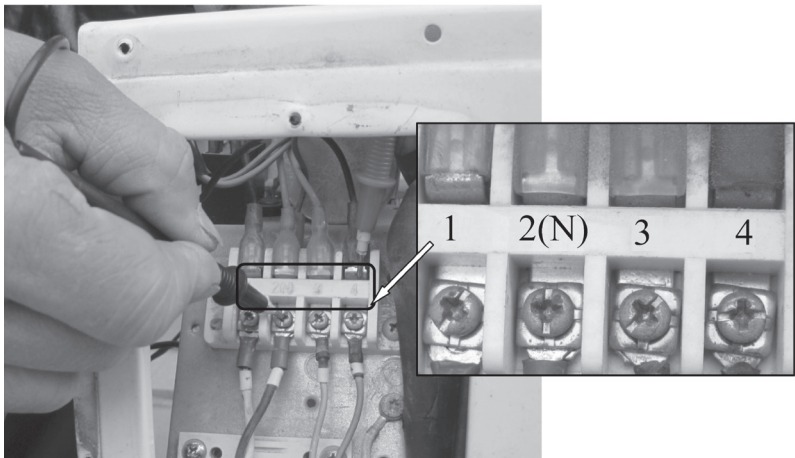

图 6-21 测量接线盒间电压
- 4) 在室外机接线端子测量电压，测得的电压为：2、3 端电压为 0V；2、4 端和 3、4 端的电压为 220V，如图 6-21 所示。